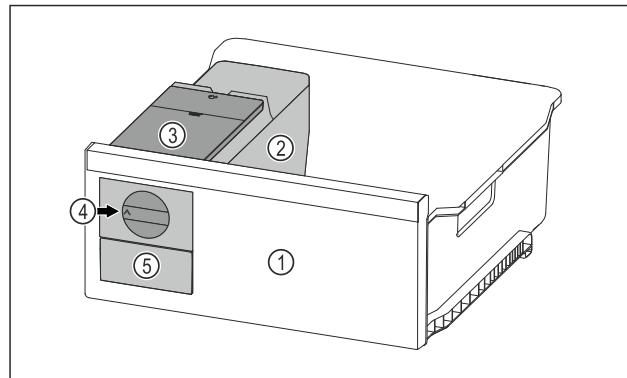

Fig. 123 Príklad zobrazenia
- Otočný gombík Fig. 123 (4) otočte v smere hodinových ručičiek až na doraz.
- Kocky ľadu vypadávajú z misky na kocky ľadu do zásuvky na kocky ľadu Fig. 123 (5).